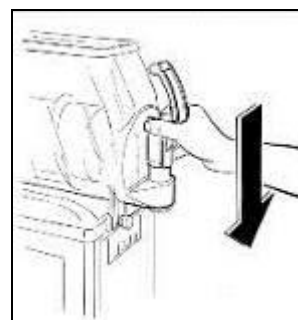

Fig. 17
- **R**imontare il rubinetto (fig.17) avendo cura di cospargere con grasso di vaselina le guarnizioni per agevolare lo scorrimento dello stesso nella propria sede fino al completo inserimento.